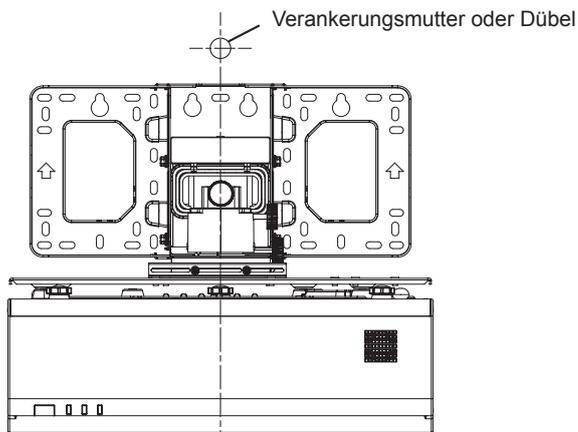

Abb. 1
- 1) **Installieren Sie die Verankerungsmutter oder den Dübel (M10) fest in der Betonwand. (Abb. 1)**